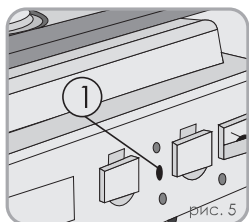

рис. 5
2. Вставьте разъем в гнездо для подключения 220В генератора (поз. 1 на рис. 5)